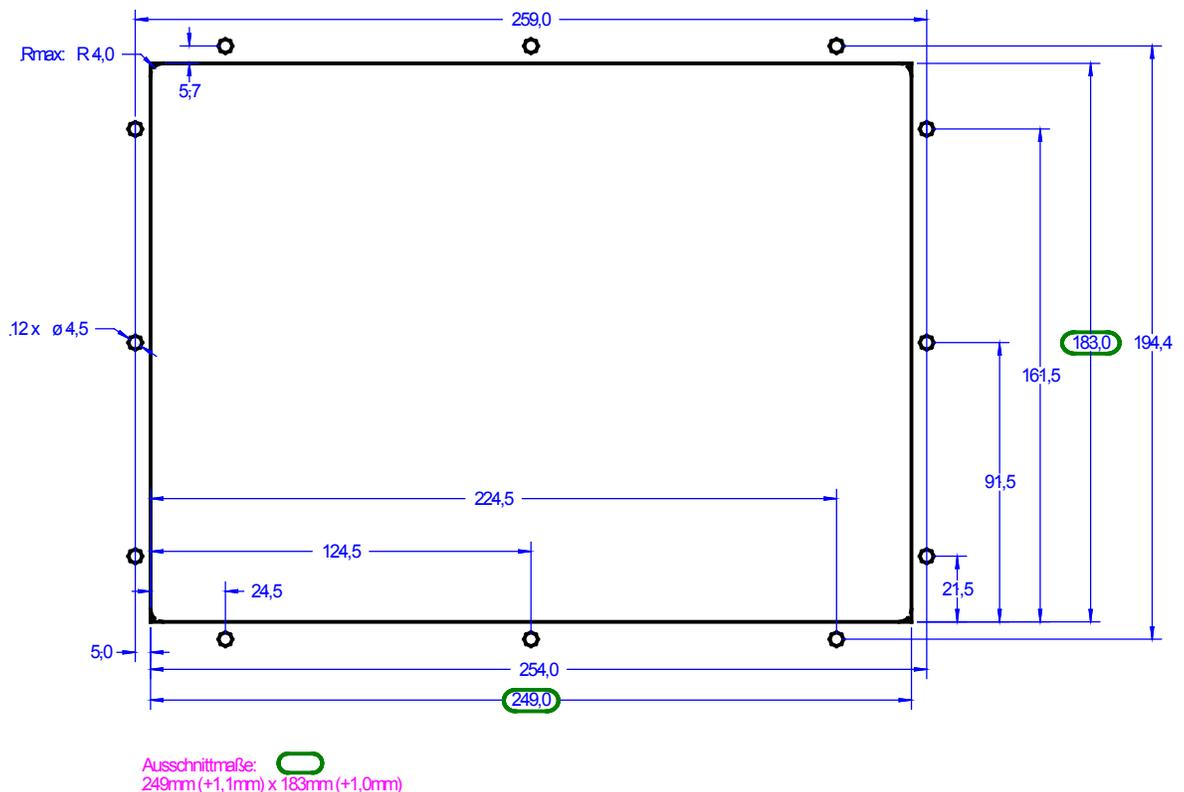

Abbildung 4-5: Kunststoffgehäuse - Bohrschema
Eine Zeichnung zum Schalttafel-ausschnitt finden Sie unter Abbildung 4-5 auf Seite 15.
Das Gehäuse verfügt über 12 Schraubeinsätze (siehe Abbildung 4-5 zu deren Position), die alle entsprechend angezogen werden müssen, um die erforderliche Schutzklasse zu erreichen.
1. Öffnen und bohren Sie die Schalttafel entsprechend der Abbildung 4-5 (Abmessungen in mm).